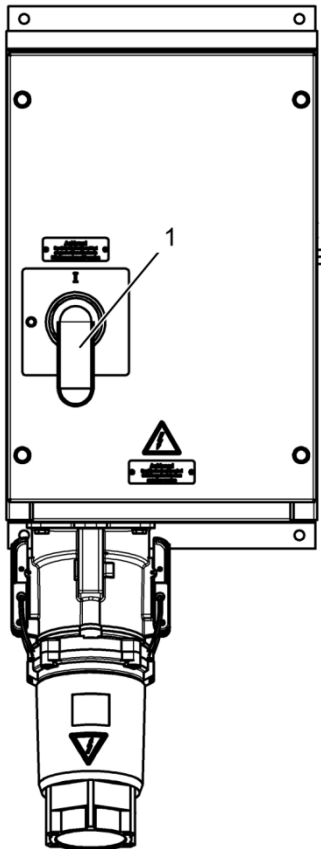

Abb. 64: Einschalten
2. Lastschalter in I-Stellung drehen (Abb. 64/1).